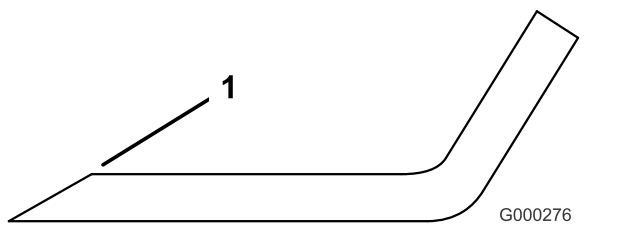

Figura 105
3. Inspeccione as extremidades de corte de todas as lâminas e afie-as se apresentarem sinais de desgaste ou ranhuras (Figura 105).
Nota: Afie apenas a zona superior da parte cortante e mantenha o ângulo de corte original para garantir um desempenho eficaz da lâmina (Figura 105). A lâmina manterá o equilíbrio se for retirada a mesma quantidade de metal de ambas as extremidades de corte.